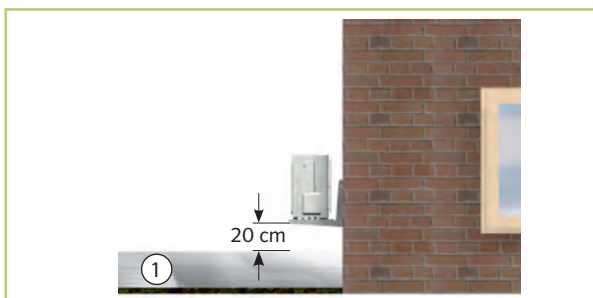

Abb. 38: Schutz vor Schnee
- Wird das Außenmodul in einer Gegend mit starkem Wind aufgestellt, muss das Gerät vor dem Wind geschützt werden (Abb. 37). Bei der Montage sind Schneegrenzen zu beachten (Abb. 38).
- Beachten Sie bei der Aufstellung die zu erwartende Schneehöhe und eine Erhöhung um ca. 20 cm, damit ganzjährig ein freies Ansaugen und Ausblasen der Außenluft gewährleistet werden kann (Abb. 38).